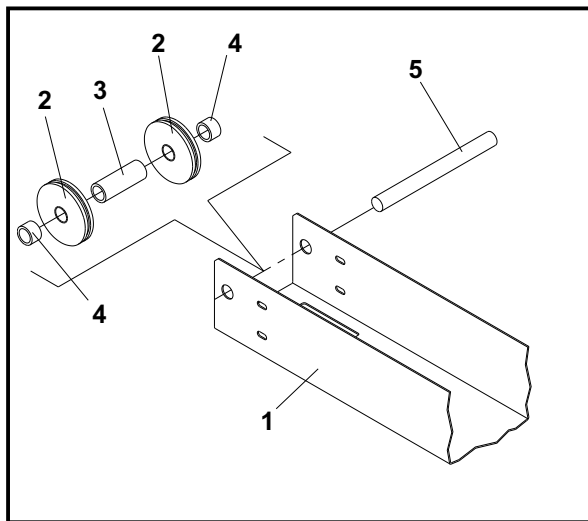

Fig.39
10 - Prendere la trave superiore (1) (Vedere Fig.39) e montare ad ognuna delle sue estremità: due puleggie (2), un distanziale lungo (3), due distanziali corti (4) e il perno (5).
10 - Mount two pulleys, (2), one long spacer (3), two short ones (4) and one pin (5) on each end of the upper beam (1, see fig.39).